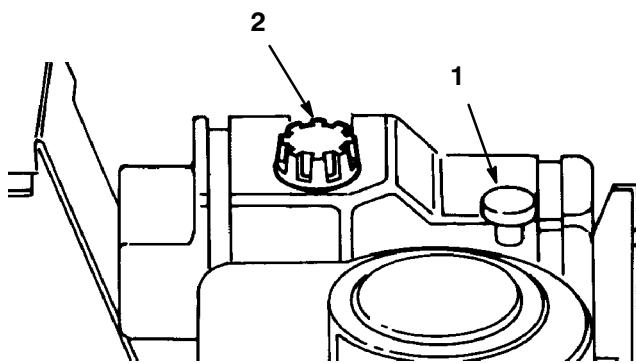

Bild 16
2. Reinigen Sie den Bereich um den Ölpeilstab herum (Bild 16), damit kein Schmutz in den Einfüllstutzen gelangen und so den Motor beschädigen kann.
3. Schrauben Sie den Ölpeilstab los und wischen das Metallende ab (Bild 16).
4. Schrauben Sie den Peilstab heraus und gießen ca. 80% der angegebenen Ölmenge langsam in das Einfüllrohr hinein (Bild 16). Kontrollieren Sie den Ölstand; siehe Prüfen des Ölstands, Seite 26, Schritte 3–4.